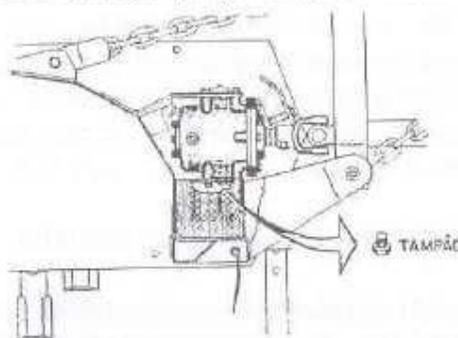

Fig. 19 - Tampão de drenagem do óleo
Deve-se efetuar a troca de óleo da caixa de transmissão após a primeiras 30 horas de trabalho. Posteriormente, a cada 1000 horas, sendo a capacidade do reservatório de 1,0 litro. Para a troca, deve-se retirar o tampão de drenagem do óleo, localizado na parte inferior da caixa de transmissão (Fig. 19). Para a reposição do óleo, deve-se retirar o bujão de respiro, conforme mostra a Fig. 01 na parte I deste manual (veja também item 3.1 - Recomendações de óleo).